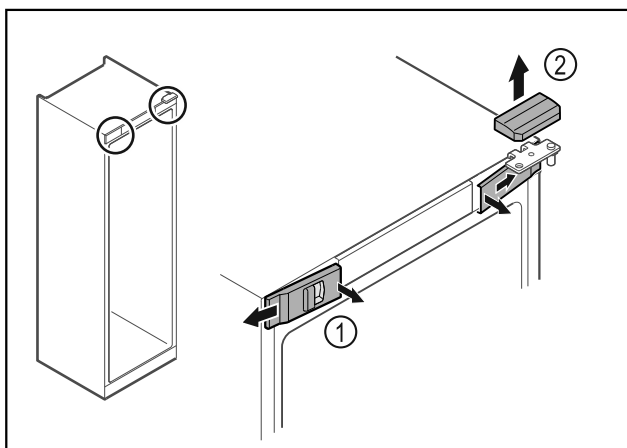

Fig. 18
- ▶ Wyczepić przednie osłonki Fig. 18 (1) i odchylić w bok.
- ▶ Górną osłonkę Fig. 18 (2) zdjąć w górę.